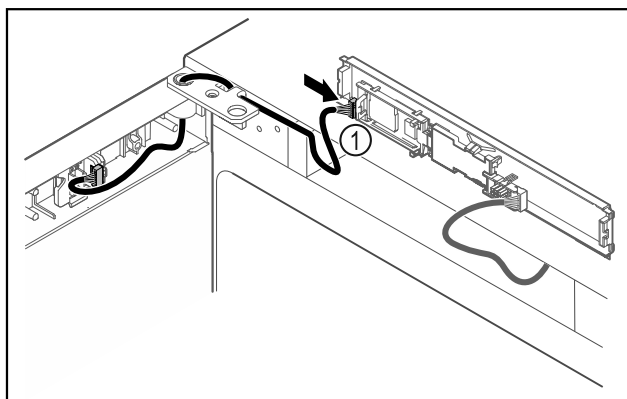

Fig. 47
- ▶ Piespraudiet spraudni Fig. 47 (1) pie shēmas plates.